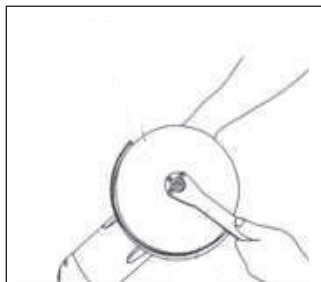

Fig. 4
2. Apriete la brida exterior, presione el bloqueo del eje con firmeza para que el husillo no pueda girar, luego utilice la llave de contratuerca y apriete bien en sentido horario. (Fig. 4)